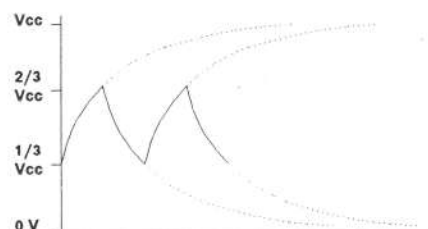

Figure 4 : oscillogramme sur l'entrée moins de l'oscillateur
- Sur l'entrée "moins" : une dent de scie, correspondant aux charges et décharges de C1 qui essaye indéfiniment d'atteindre les limites de 1/3 et 2/3 de l'entrée "plus" (voir figure 4).